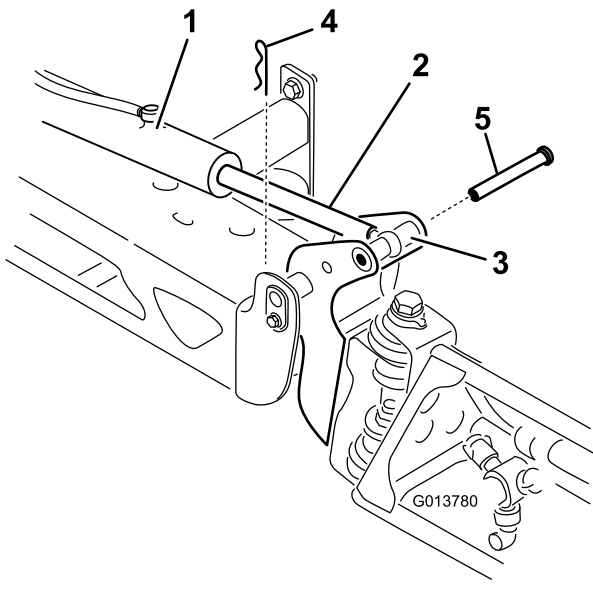

图 96
2. 从枢轴销图 96上拆下开口销。
3. 向上提起喷洒臂拆下柱销然后将喷洒臂慢慢放到地面上图 96。
8. 支撑住喷洒臂的同时将柱销插入喷洒臂枢轴和提升器杆图 96。